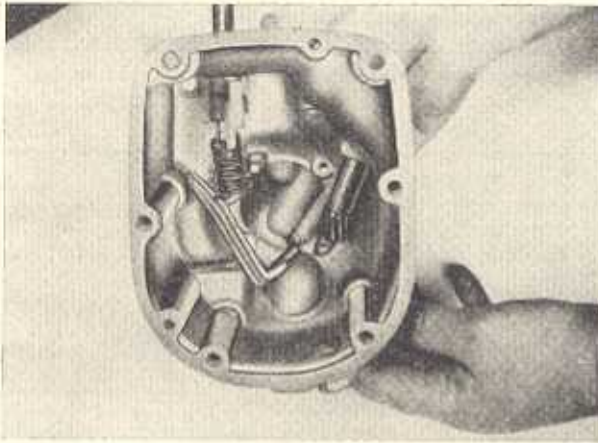

Bild G 82. Einsetzen der Sperrgabel für den Freilauf
1. Beide Drehfedern ineinanderschrauben, bis die zwei gleichen Schenkel der Federenden zusammenstehen, Welle mit aufgeschobenem Gummiring in das Freilaufgehäuse einführen, Nabe mit angeflachtem Zapfen zur Feder zeigend und beide Federn mit gleichliegenden Federenden zur Nabe zeigend auf die Welle stecken. Dabei müssen sich die Federenden unter dem Zapfen der Nabe befinden und am Gehäuse anliegen. Sperrgabel mit dem Anschlagende unter das gerade Federende und mit Federdruck von oben auf den Nabenzapfen schwenken (Bild G 82). Sperrgabel zum Einführen der Sperrwelle ausrichten und Sperrwelle vollständig einschieben. Sechskantschraube mit Federscheibe in die Nabe schrauben und den Kegelkerbstift in die Sperrwelle einschlagen.